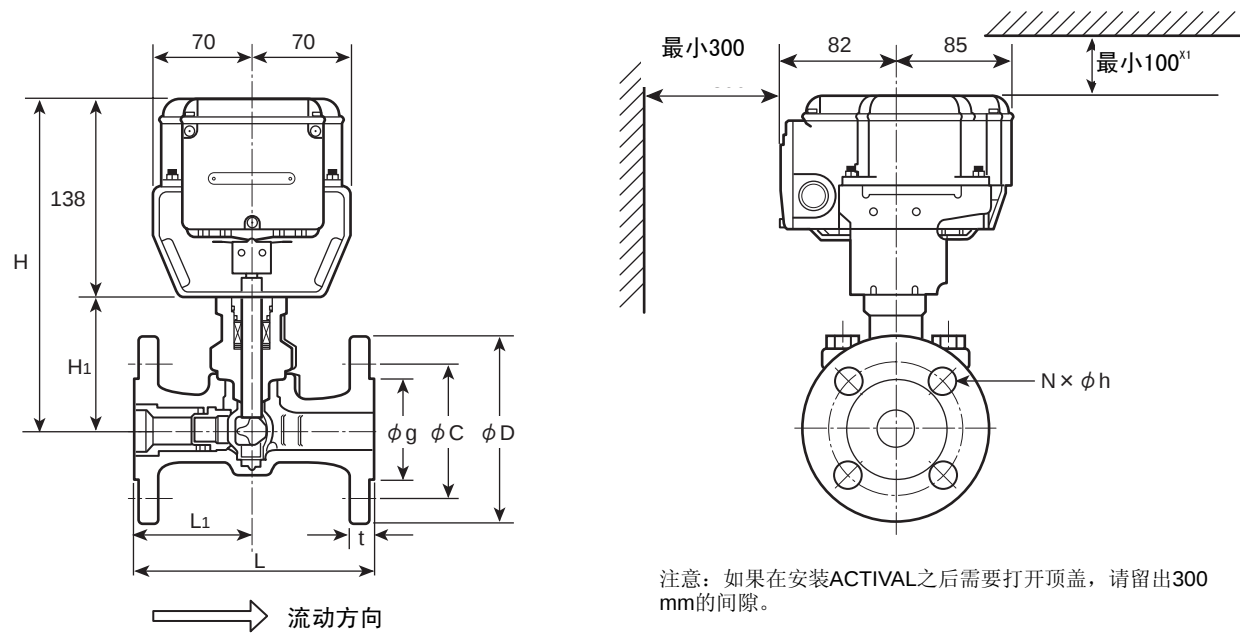

图1 尺寸 (mm)：阀体 (JIS FCD450)
- 2) 将 ACTIVAL 产品安装在可方便地进行保养和检查的位置。图1给出了保养和检查所需的最小空间。当将 ACTIVAL 产品安装在天花板位置时，请在阀门下放一个排水盘。